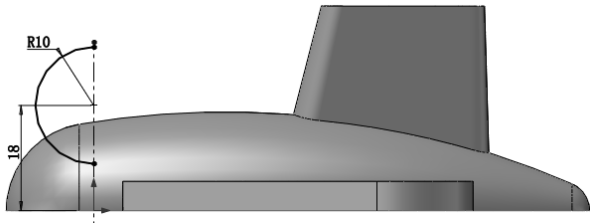
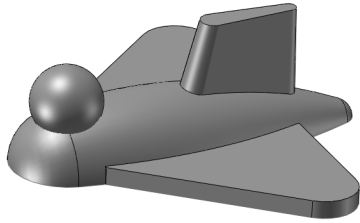

图 9-120 草图标注尺寸 2
图 9-121 旋转曲面结果
14) 绘制旋转草图。在左侧 FeatureManager 设计树中用鼠标选择“上视基准面”，作为绘制图形的基准面；单击“草图”控制面板中的 $\phi$ （中心线）按钮和 $\odot$ （圆心/起/终点圆弧）按钮，绘制图 9-120 所示的草图并标注尺寸。
15) 旋转曲面。单击“曲面”控制面板中的 $\odot$ （旋转曲面）按钮，系统弹出“曲面-旋转”属性管理器。在“旋转轴”选项组的列表框中，用鼠标选择图 9-120 中所示的竖直中心线。单击属性管理器中的✓（确定）按钮，结果如图 9-121 所示。